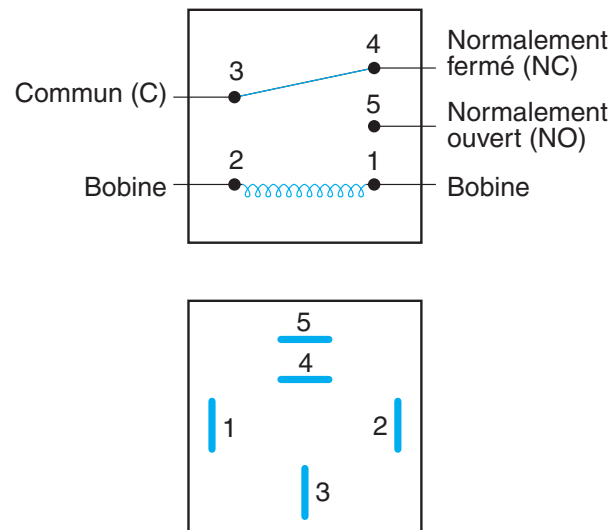

FIGURE 6-26 Brochage d'un relais SAE standard.
deux circuits électriques isolés l'un de l'autre. L'un d'eux, qualifié de circuit de commande, comprend une bobine électromagnétique qui, une fois mise sous tension, permet de changer l'état de l'autre circuit pour qu'il s'ouvre ou se ferme. De nombreux relais permettent d'utiliser un circuit à faible courant pour contrôler un circuit à courant élevé. La **figure 6-26** illustre un relais standard.
Le type de relais montré à la figure 6-26, couramment utilisé dans de nombreux systèmes électriques, utilise toujours les mêmes numéros pour les broches. Le circuit de commande du relais correspond aux bornes 85 (2) et 86 (1). En général, la polarité électrique pour ces deux bornes n'a aucune importance, quoiqu'il existe quelques exceptions. Par exemple, les camions Volvo utilisent des diodes dans certains circuits de commande de relais. Dans ce cas, la borne 85 (2) doit toujours être reliée à la masse du châssis.
En vous référant de nouveau à la figure 6-26, vous pouvez voir que le circuit d'interruption du relais correspond aux bornes 30, 87 et 87a. La broche 30 correspond à la connexion commune, ce qui signifie qu'il existe toujours une tension sur cette borne, peu importe si l'interrupteur du relais est ouvert ou fermé. Lorsque le circuit de commande du relais n'est pas alimenté, il existe une continuité électrique entre la broche 30 et la borne normalement
Référez-vous à la figure 6-26 tout en consultant les numéros des broches du relais spécifiés ci-dessus. Prenez le temps de mémoriser ces brochages et vous pourrez ensuite dépanner des circuits de relais beaucoup plus rapidement.